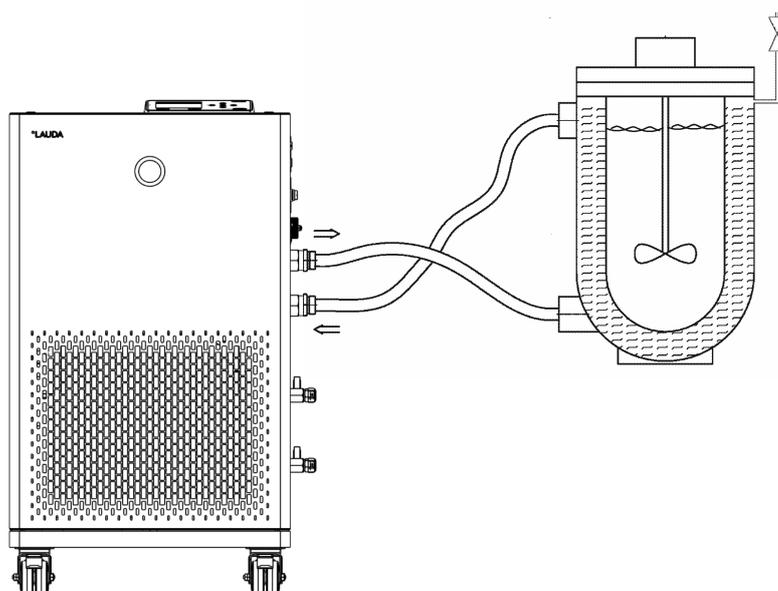

Fig. 16: Schéma de raccordement avec vanne de purge
- Une vanne de purge peut, en fonction du type constructif de l'application, simplifier sensiblement le processus de purge. La vanne de purge doit être montée sur le point le plus haut du circuit (Fig. 16).
Afin que des bulles de gaz/vapeur puissent être évacuées du système et que le fonctionnement ne soit pas perturbé, l'application externe doit être raccordée conformément au schéma (Fig. 16). L'alimentation de la pompe doit être reliée au raccord du bas de l'application. Le retour vers la tubulure de pompe doit être relié au raccord du haut de l'application. L'écoulement se fait alors de bas en haut dans l'application.